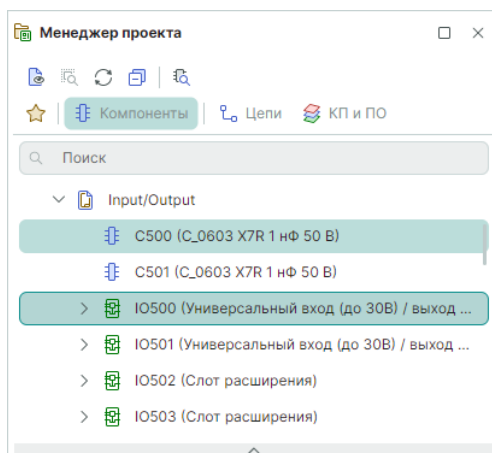

Рис. 129 Блок и компоненты вне блока
- Блок(и) и компоненты вне блока, см. Рис. 129.